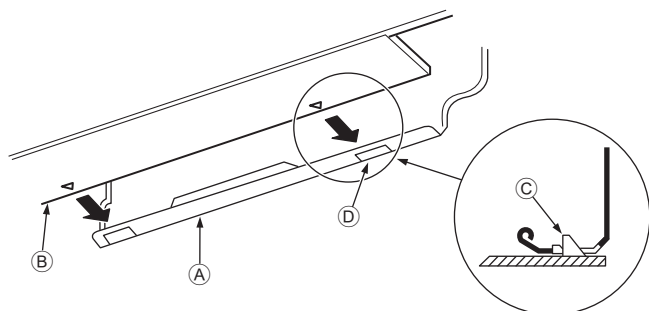

Fig. 3-15
3. Terwijl u de koelleiding en de afvoerleiding in het gat in de muur steekt, hangt u de bovenzijde van de binnenunit aan de ophangplaat ①.
5. Duw vervolgens het onderste gedeelte van de binnenunit op de ophangplaat ① om het apparaat te bevestigen. (Fig. 3-15)
* Controleer of de knoppen aan de onderzijde van de binnenunit stevig in de ophangplaat ① zijn bevestigd.
① Ophangplaat
② Binnenunit
③ Haak
④ Vierkant gat